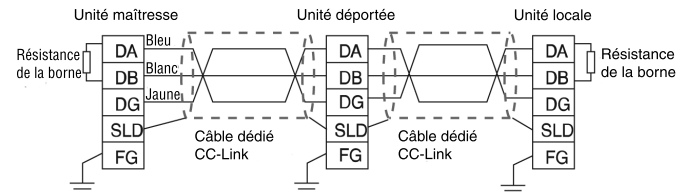

Fig.2
- S'assurer de brancher une résistance d'extrémité entre "DA" et "DB" à chaque extrémité du système CC-Link (voir Fig.2). Utiliser un câble avec les mêmes caractéristiques qu'un câble dédié CC-Link. Si un câble présentant d'autres caractéristiques est utilisé, la bonne transmission des données n'est pas garantie.